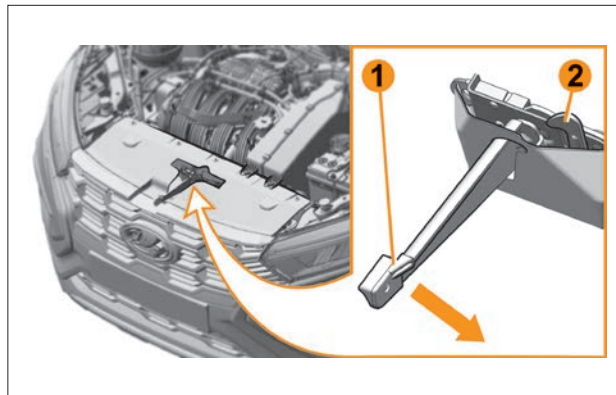

Рис. 6.2.2. Предохранительный крюк замка капота
2. Слегка приподнимите капот и под передним краем капота нащупайте ручку **1** (рис. 6.2.2) предохранительного крюка **2**. Сдвиньте ручку **1** слева-направо вдоль кромки решетки радиатора и освободите крюк **2**.